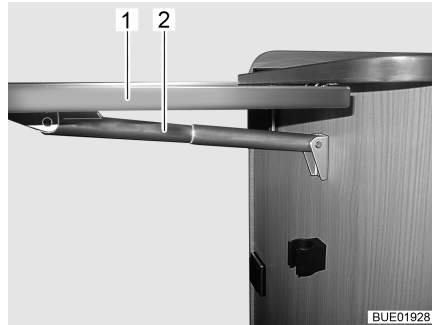

Bild 30 Klappbord till köksbänk
- Ta tag i klappbordet till köksbänk (Bild 30,1) undertill och dra det lätt ur spärrläget.
- Fäll upp bordsskivan tills teleskopfästets (Bild 30,2) fixering aktiveras. Släpp bordsskivan.